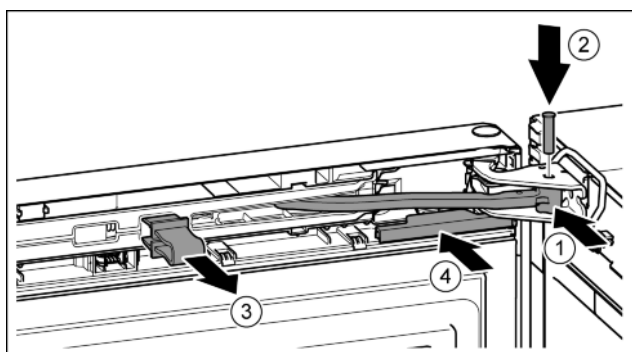

Fig. 25
- ▶ Otočte kloub ve stojanu ložiska. Fig. 25 (1)
- ▶ Vložte čep do stojanu ložiska a kloubu. Přitom dávejte pozor, aby byla zajišťovací vačka správně usazena v drážce. Fig. 25 (2)
- ▶ Pojistku vytáhněte. Fig. 25 (3)
- ▶ Kryt nasuňte. Fig. 25 (4)